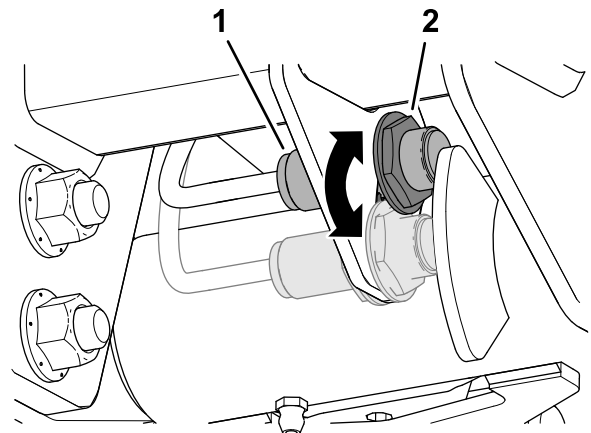

Bild 54
3. Lösen Sie die Klemmmutter, mit welcher der Hubarmschalter an der Schalterplatte befestigt ist (Bild 54).